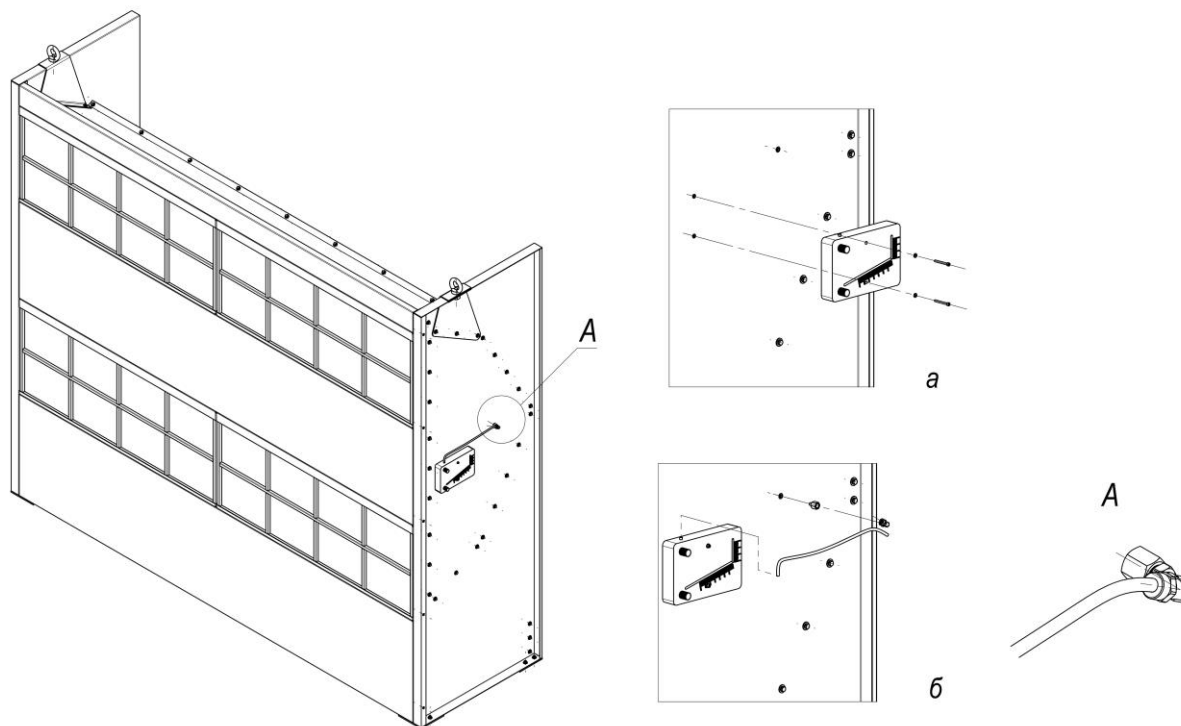

Рисунок 3
5.3.2 Закрепить манометр при помощи винтов М4х45. Под голову винтов положить шайбы (рисунок 3а).
5.3.3 Установить фитинг и переходник манометра в боковую стенку шкафа (рисунок 3б)